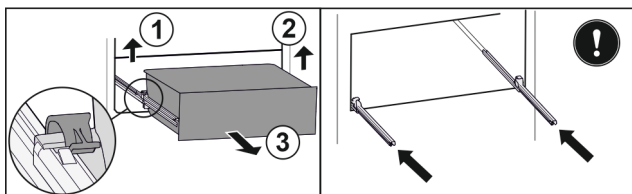

Fig. 61
- ▶ Podignite lijevu stezaljku i istovremeno izvucite ladicu lijevo prema naprijed. Fig. 61 (1)
- ▶ Podignite desnu stezaljku i istovremeno izvucite ladicu desno prema naprijed. Fig. 61 (2)
- ▶ Izvadite ladicu prema naprijed. Fig. 61 (3)